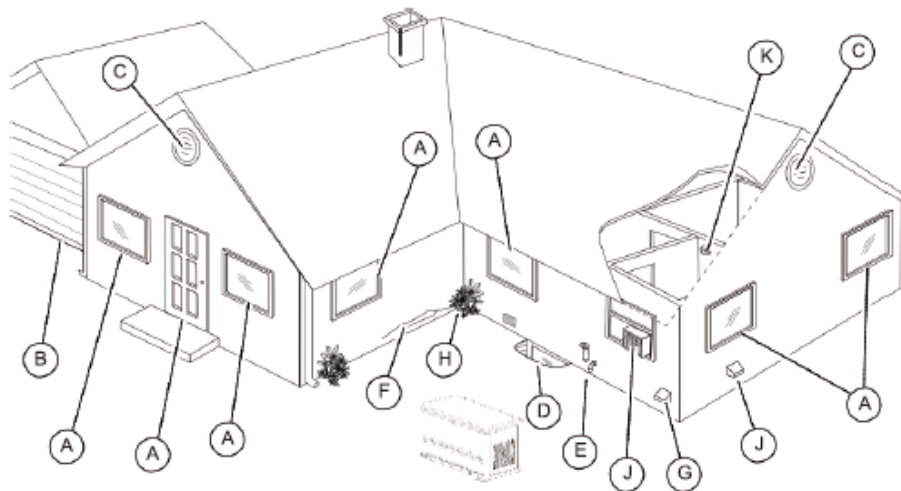

Figura 3-1
Véase la figura 3-1. Se instalará y utilizará un detector de monóxido de carbono (K) para controlar el monóxido de carbono y advertir a las personas de la presencia de monóxido de carbono. El detector de monóxido de carbono debe instalarse y probarse de acuerdo con las instrucciones y advertencias del fabricante del detector de monóxido de carbono. Póngase en contacto con el departamento local de inspección de edificios para conocer los requisitos aplicables en materia de detectores de monóxido de carbono.
Véase **Figura 3-1**. Los gases de escape del generador pueden entrar en la estructura a través de grandes aberturas, como puertas. Otra posibilidad es que los gases de escape y el monóxido de carbono se filtren en la estructura a través de aberturas más pequeñas y menos visibles.